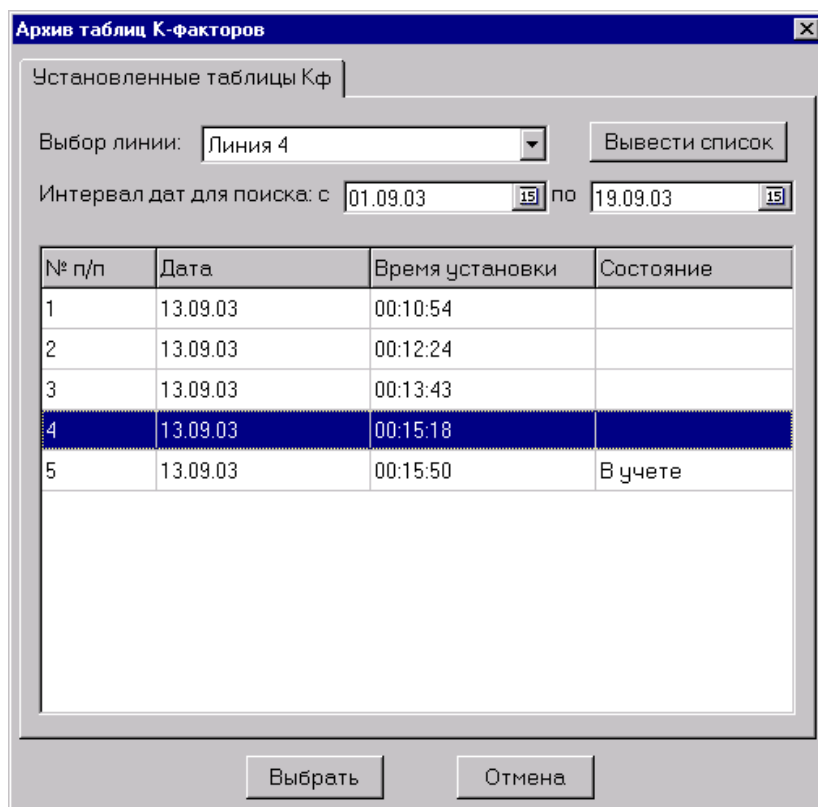

Рис. 3.1
- Нажать на кнопку «Архив», после чего появится окно работы с архивом (Рис. 3.1).